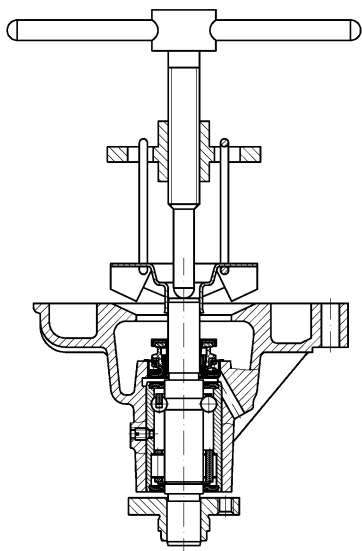

Рис.141. Снятие крыльчатки
- с помощью съемника снять крыльчатку (рис.141);